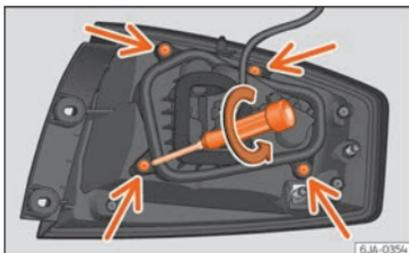

Fig. 100 Tornillos de fijación en la parte posterior de la unidad de luz trasera.
- Desatornille los cuatro tornillos de fijación del portalámparas en sentido antihorario con el destornillador de dotación o una llave Torx 20 (T20) »» **fig. 100**. Tener precaución de no perder los tornillos de fijación del portalámparas.